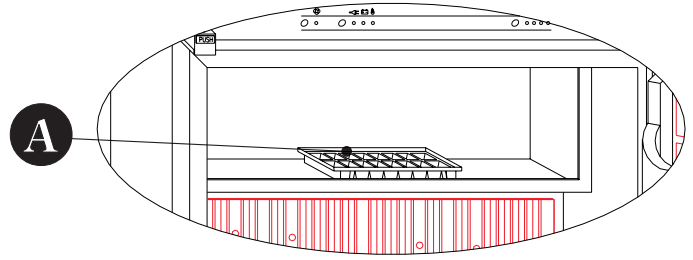

Fig.6
Het ijsbakje vullen met water (A) (afb. 6) (als het ijs bedoeld is om in drank te doen, dient men UITSLUITEND drinkbaar water hiervoor te gebruiken) en in het vriesvak zetten. Als men een beetje water in het vriesvak zelf giet, zal er meer contact zijn tussen het ijsbakje en het koelsysteem, wat de ijsproductie versnelt.